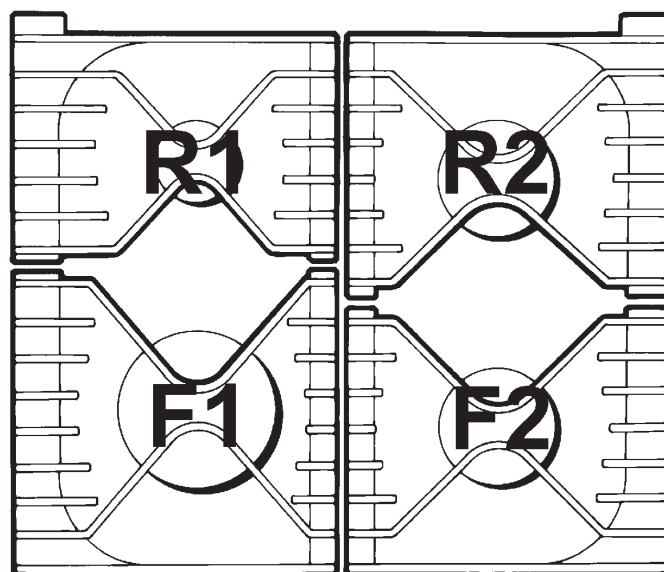

Abb. 8A
- Setzen Sie die Topfständer in der folgenden Reihenfolge ein. Die Topfständer sind an der Unterseite entsprechend den darunter befindlichen Markierungen. Die Topfständer müssen in die Vertiefungen in den Kochplattengussteilen passen (siehe Abb. 8A u. 8B).